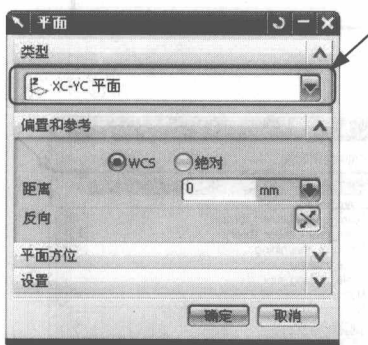
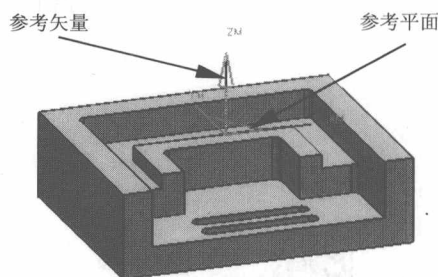

图 1-9 【平面】对话框
图 1-10 参考矢量和参考平面
(2) 指定分析参考平面。在【NC 助理】对话框中，单击【参考平面】按钮，弹出【平面】对话框，如图 1-9 所示。在【类型】下拉列表框中，选择【XC-YC 平面】选项，单击【确定】按钮，选择完成的参考矢量和参考平面，如图 1-10 所示。